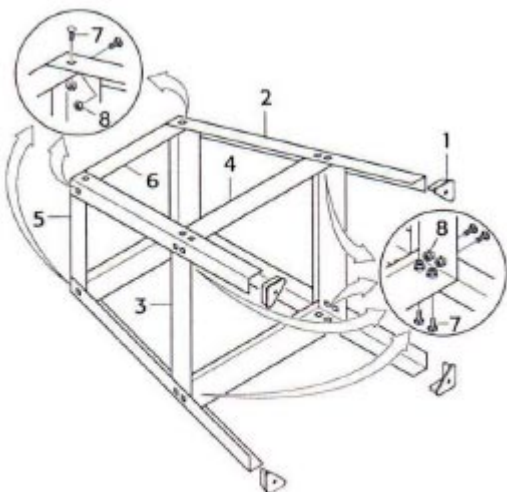

Fig 35.
1. Montieren Sie den Fuss gemäss Fig. 35.